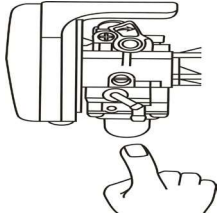

Fig. 12
- Empuje cebador 5 veces, Fig.12.